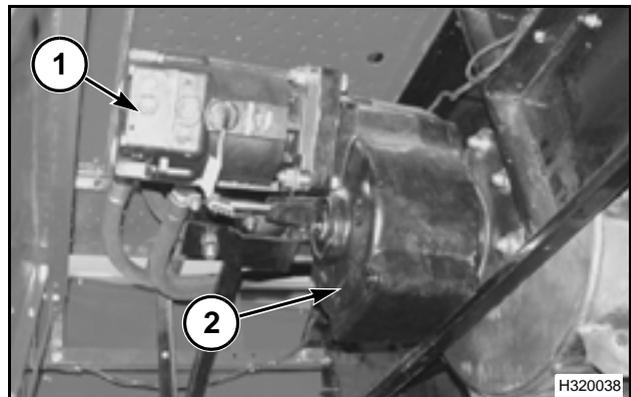

FIG. 182
FIG. 182: el rotor está comandado por un motor hidrostático (1) y una caja reductora de engranajes (2). La transmisión hidrostática brinda gran cantidad de variables de velocidad que se ajustan a los requerimientos de trilla para las diferentes cosechas.